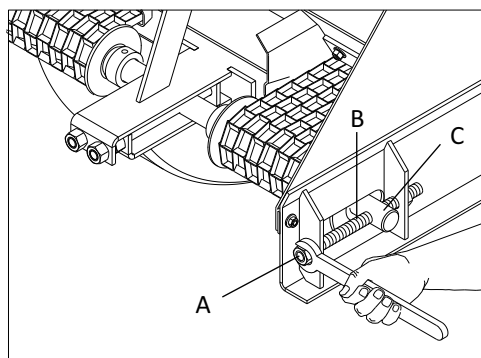

Figura 17
- a) Usar chave fixa 24, desaperte a porca de fixação (A), e posteriormente gire o parafuso (B) fazendo com que o eixo (C) da esteira afaste o suficiente para provocar a tensão desejada, figura 17 e 18.